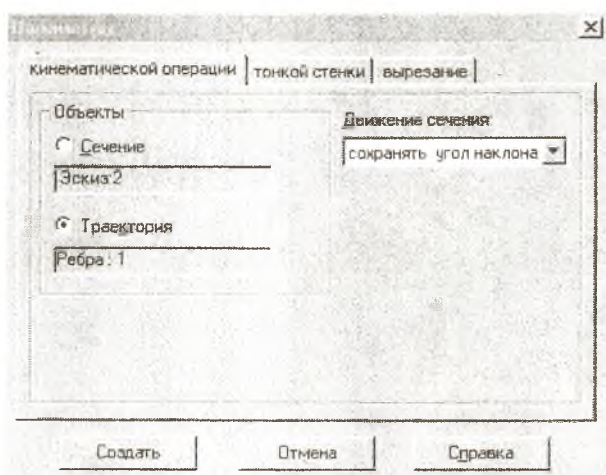

Рис. 16. Окно параметров операции **"Вырезать кинематически"**
18) В появившемся окошке **Параметры** поставьте ЛКМ флажок напротив слова **"Сечения"** и укажите в качестве сечения эскиз 2 (содержащий окружность) в **Дереве построения**. Таким образом, мы указываем сечение, которое будет двигаться по указанной траектории. Для указания траектории поставьте ЛКМ флажок напротив слова **"Траектория"** и укажите в **Дереве построения** эскиз 3, содержащий прямую линию рис. 16. Нажмите кнопку **"Создать"** в окне **Параметры**.